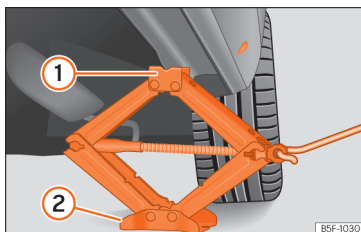

Рис. 249 Установлення домкрата під порогом кузова.
- Установіть домкрат. Повертайте рукоятку домкрата, доки його верхній упор **1** >>> **рис. 249** не опиниться під лонжероном.